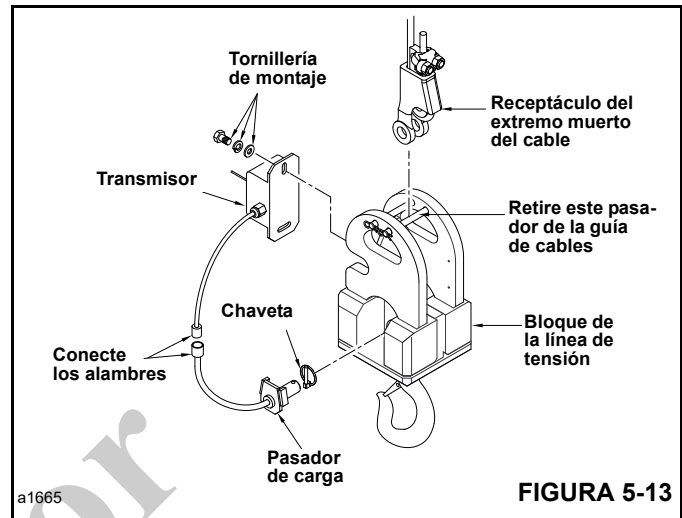

FIGURA 5-13
4. Con la tornillería que se retiró cuando se quitó el transmisor del indicador de carga, instale el transmisor en el peso de la línea de tensión (consulte la Figura 5-13).
5. Retire del peso de la línea de tensión el pasador de la guía del cable que se indica en la Figura 5-13.
2. Desconecte el alambre del pasador de carga del transmisor (Figura 5-13) del alambre del transmisor.
3. Retire el pasador de la guía de cable que se indica en la Figura 5-13.